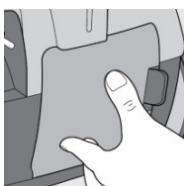

Рис. 51
4. Поместите фильтр обратно в пылесос (рис. 51).